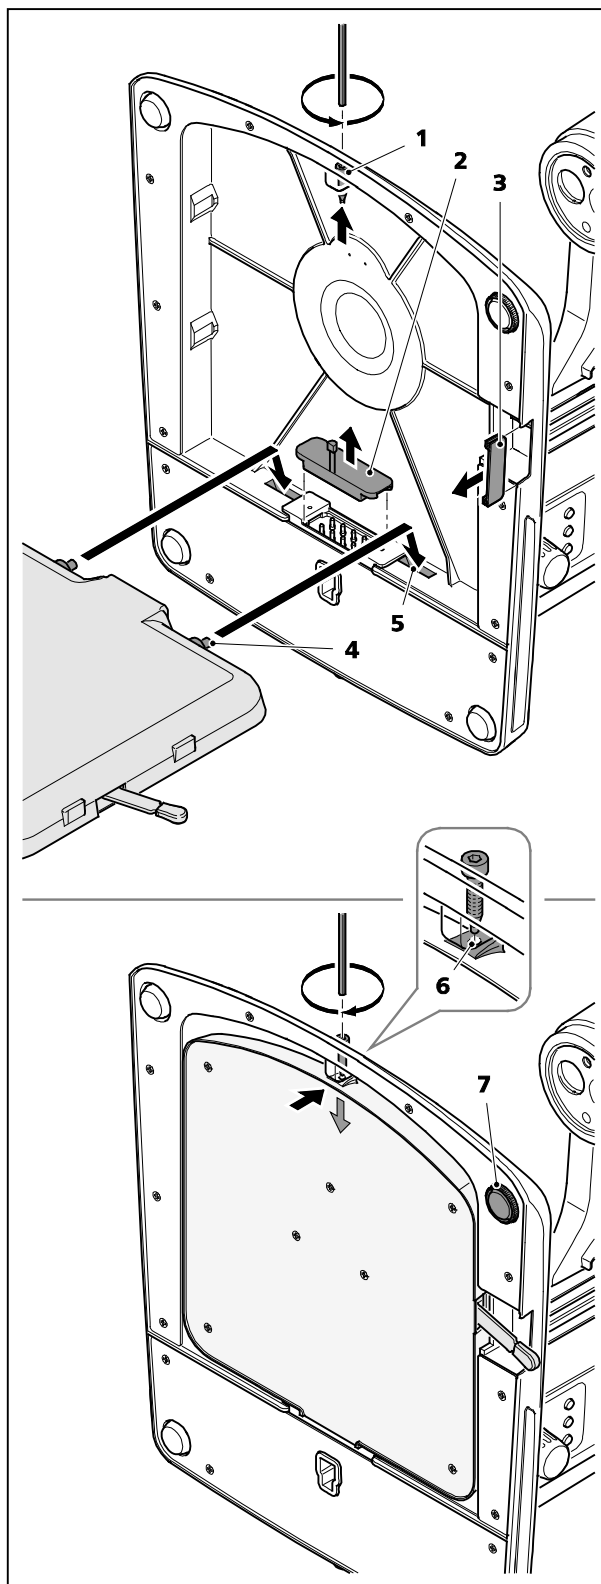

図 2 明視野透過光モジュール M LED の取り付け
- 六角穴付きボルト SW 3 (図 2/1) を取り外して脇に置きます。
- キャップ (図 2/2、3) を取り外します。
- 透過光モジュールを両方のピン (図 2/4) がスタンド下側の切欠き (図 2/5) にはまるようにセットします。
- 六角穴付きボルト SW 3 をスタンドのねじ穴 (図 2/6) にボルトの先端が透過光モジュールの穴に入るまで締め込みます。
- スタンドを再びまっすぐ立て、必要に応じてスタンドベース (図 2/7) を調整して、傾きがないようにします。